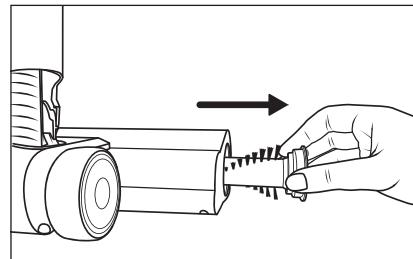

Abb. 27
- 3) Ziehen Sie die Bürstenrolle **20** aus der Bodenbürste **21** heraus (siehe Abb. 27).